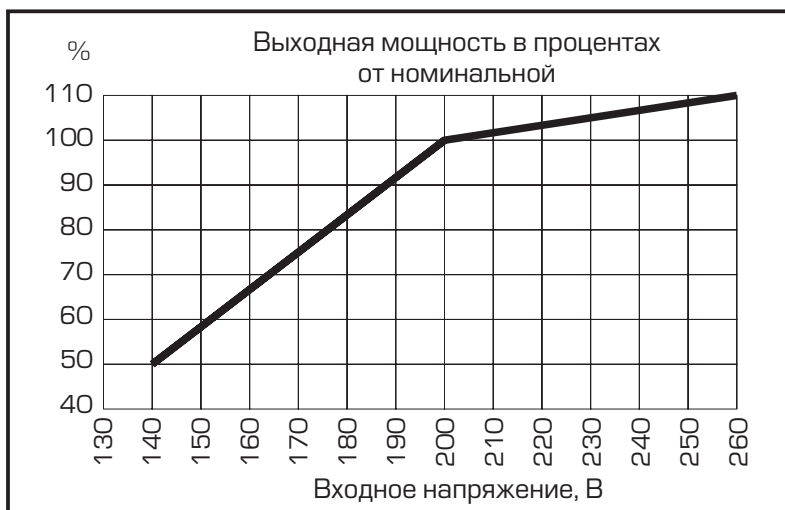

рис. 1
*Расчет мощности произведен для работы стабилизатора при входном напряжении от 190 В. Если напряжение ниже 190 В, необходимо учитывать поправку согласно рис. 1.